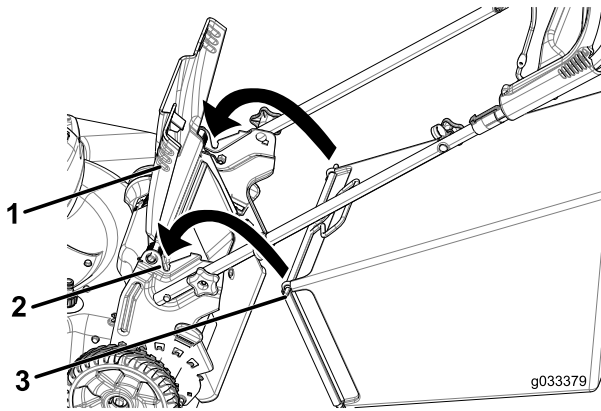

Figura 26
1. Levante y sujete el deflector trasero (Figura 26).
2. Instale la bolsa de recortes, asegurándose de que los pasadores de la bolsa descansan en las muescas de los soportes del manillar (Figura 26).